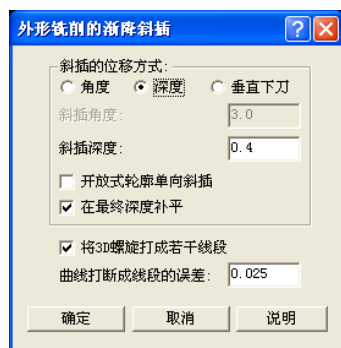

图 7-8 渐降斜插参数
4) 选择“外形铣削 (螺旋式渐降斜插)”，继续选择  $\phi 10$  平刀，图形选择 4× $\phi 17$  孔，进给率改为 600，下刀速率改为 300，其余刀具参数、参考高度和进给下刀位置等均同步骤 1)，工件表面：0，深度：-7，XY 方向预留量：0，Z 方向预留量：0，补正形式选择“电脑”，补正方向：左；在“外形铣削的渐降斜插”对话框，点选“深度”，设定斜插深度：0.4，勾选“在最终深度补平”，其余默认，如图 7-8 所示。将以上步骤 1)～4) 设定为一个群组，群组名称 D10。